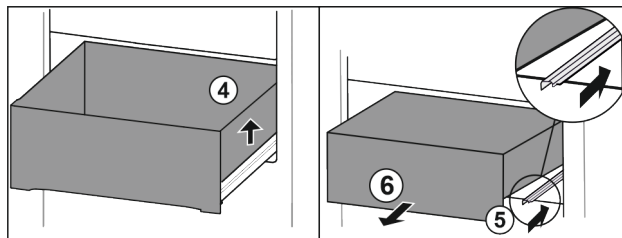

Fig. 14*
- ▶ Unieść szufladę po prawej Fig. 14 (4).*
- ▶ Wsunąć prawą szynę Fig. 14 (5).*
- ▶ Wyjąć szufladę do przodu Fig. 14 (6).*